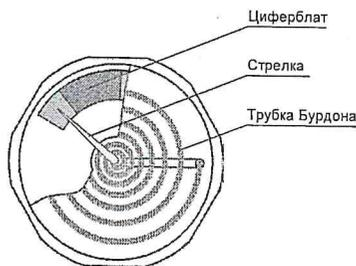

Рис.2. Устройство указателя давления.
1.3.2. У указателей давления (тип ТМ, серия 30) стрелка закреплена на свободном конце трубки Бурдона (рис.2). Под воздействием измеряемого давления свободный конец трубки перемещается, вместе с ним перемещается стрелка прибора.